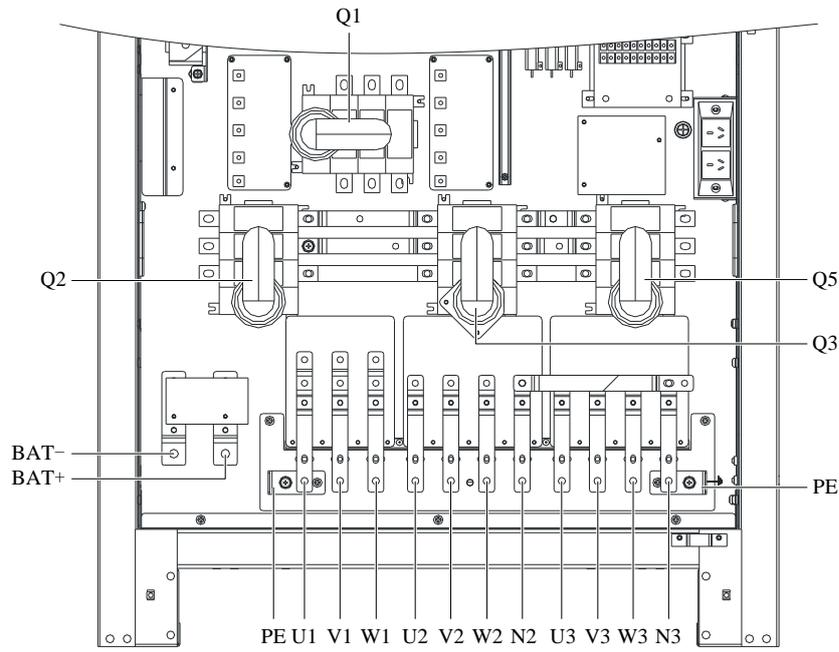

图3-2 80kVA/100kVA/120kVAUPS 功率电缆连接端子示意图
整流器输入、旁路、输出及电池功率电缆（端头均应压接铜鼻）与电源开关下的铜排相连接，如图 3-2~图 3-9 所示。
在输入、输出线连接铜排附近有接地排，如图 3-2~图 3-9 所示。保护地线应接在接地排上并与系统的各机柜相连。
设备完全定位后，参见图3-2~图 3-9，按下列步骤连接电源线。
<ol style="list-style-type: none"> 1. 功率电缆走线应经过金属地槽或金属走线槽，以防止电缆受机械应力损伤，并降低对周围环境的电磁干扰。 2. 柜内走线时，需按图 3-2 至图 3-9 说明在机柜内对电缆进行扎线固定，以防止电缆受机械应力损伤。
2. 对于 80kVA/100kVA/120kVA UPS, 将连接在旁路开关 Q2 连接铜排和主路输入端子 (U1-V1-W1) 之间的电缆 (*), 修改成与旁路输入端子 (U2-V2-W2) 连接, 如图 3-2~图 3-4 所示。注意确保相序正确。